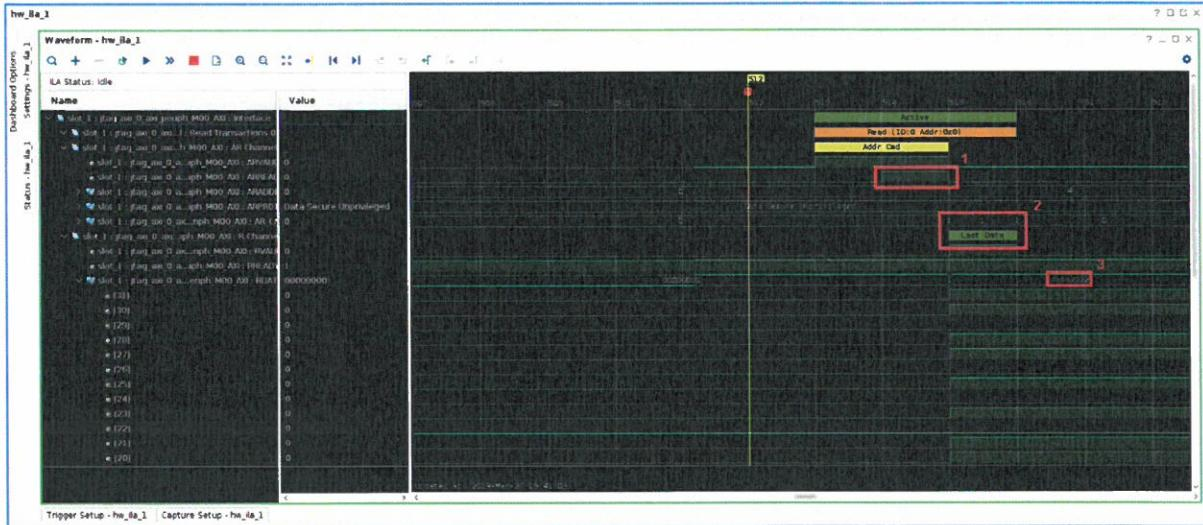

FIGURE 19 – Interconnect - 4x7 segments READ
- **Point 1 :** Le signal *m_axi_arready* indique si la cible est prête à recevoir l'adresse mentionnée ci-dessus. Si la cible est prête alors le signal prend la valeur 1 sinon la valeur 0. Dans le cas de la Figure 19, la cible est prête.
- **Point 2 :** Le signal *m_axi_arcache* contient l'indication que l'adresse, où sont écrites les données, se trouve bien dans le cache. Cela indique à quelle position se trouve les données reçues. Au moment de la capture de la Figure 19, il s'agit des dernières données reçues.
- **Point 3 :** Il s'agit du bus de donnée qui est lu par le slave. Sur la Figure 19 les données sont les suivantes : **daba2222**. Les données lues apparaissent correctement sur le bus ..._M00_AXI